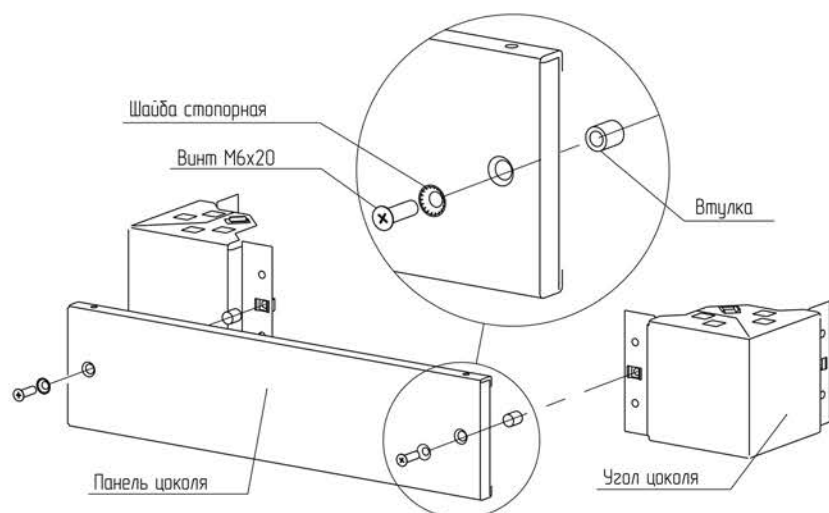

Рисунок 2
4.1.3 Вставить в панель цоколя два винта М6×20 со стопорной шайбой и втулкой на каждом винте (рисунок 2) и закрепить панель цоколя на углах цоколя. Момент затяжки – 4 Н·м.